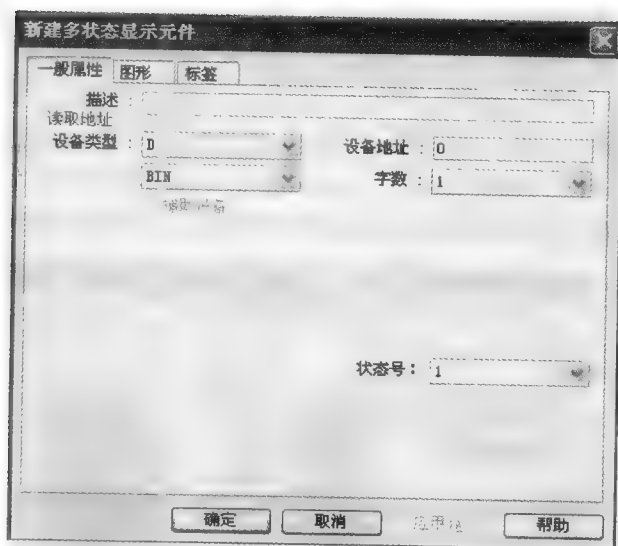

图 7-28 多状态指示灯
2) 多状态指示灯元件: 多状态指示灯可以根据指定的字元件的数值来进行不同显示的指示灯, 最多可以显示 32 个状态, 多状态指示灯设定如图 7-28 所示。